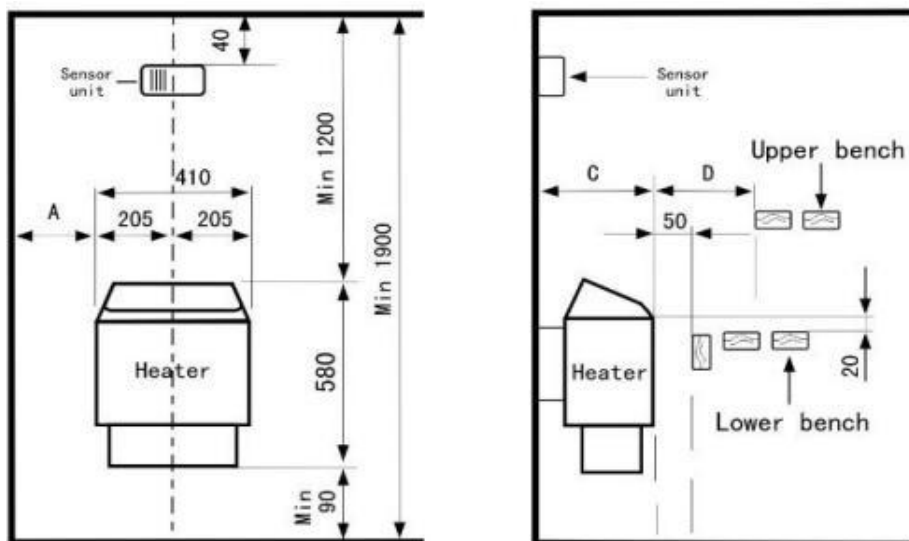
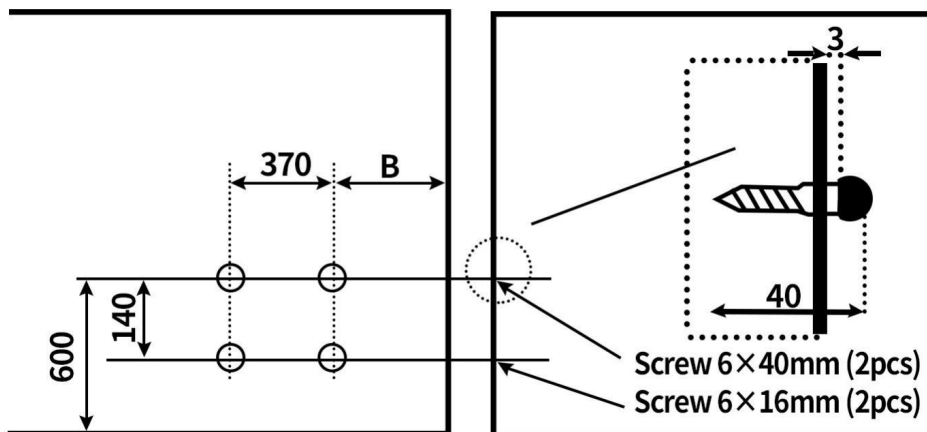

Bild 3
Bild 4
Temperatursensor och bastuaggregat måste installeras strikt enligt följande diagram. (Se Fig. 3 och Fig. 4)
1. Fäst sensorenheten med skruvar på väggen rakt ovanför bastun värmaren inne i bastun. Kontrollera diagrammet för minsta avstånd (se fig. 3).
Vänligen följ minimiavståndet för bastuaggregatet under installation (se fig. 3), vilket ingår i installationsschemat. Underlåtenhet att Om du följer dessa kan det orsaka brännskador på träväggen.